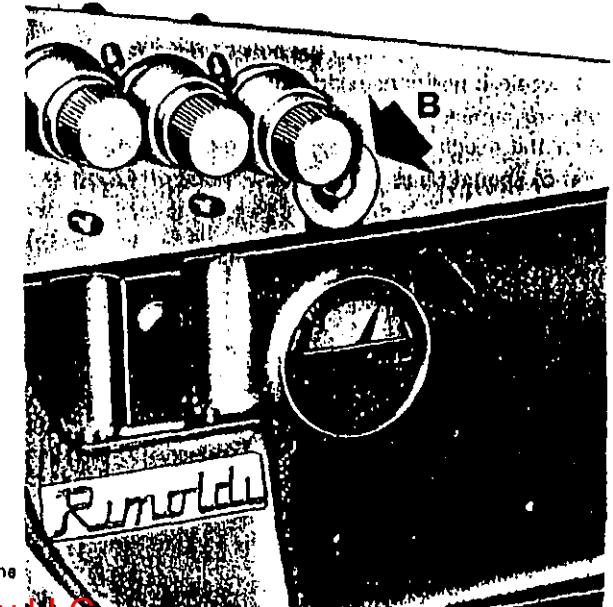

Fig. 4
2. Per il rifornimento completo versare nel foro circa 600 grammi di olio e controllare che l'ago dell'indicatore di livello (fig. 4-A), posto sulla parte anteriore della testa, raggiunga la posizione MAX (fig. 4); tenendo presente che il movimento dell'ago ha un certo ritardo rispetto all'aumento di livello dell'olio (si muove dopo che sono stati versati circa i 2/3 della capacità della bacinella).
6. Durante il funzionamento controllare il circuito di lubrificazione attraverso la spia trasparente del coperchio distribuzione olio, situato sotto il coperchio delle tensioni fig. 4.
2. For a full supply pour about 600 grams of oil into the hole and check that the needle of the oil-level indicator (Fig. 4-A), which is on the front of the head, indicates MAX (Fig. 4). Note that there is a delay between increase of the level of oil and movement of the needle (it begins to move the reservoir is about two thirds full).
6. While it is running, check the lubrication circuit through the window in the oil distribution cover, which is under the tension-cover. (Fig. 4) Important